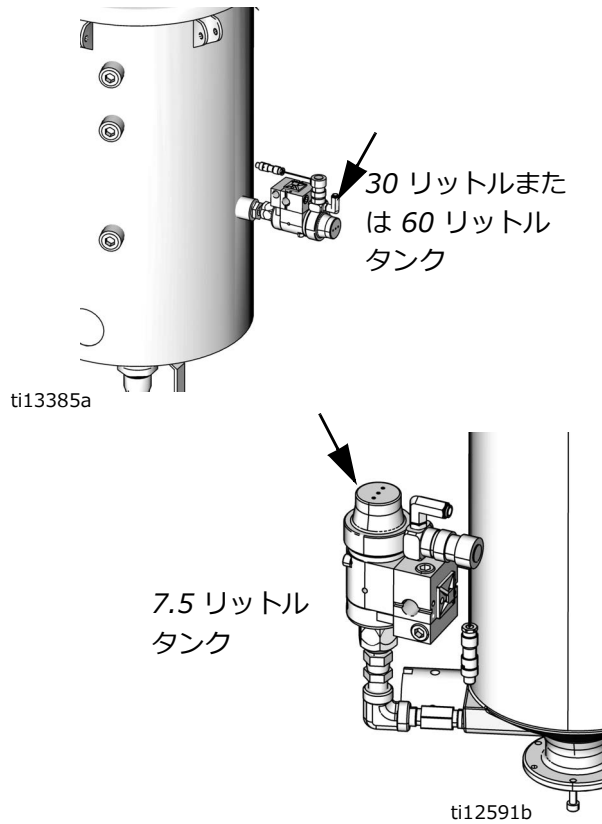

図 7: 側面への取り付け
タンクリフィルキットは、取り外された状態で発送されます。タンクリフィルキットは、タンクの蓋またはタンクの側面に取り付けることができます。図 5 および 図 7 を参照してください。
1. 付属のリフィルキット取り付け用 PTFE テープおよび備品を使用し、取り付ける際は図 7 を参照してください。